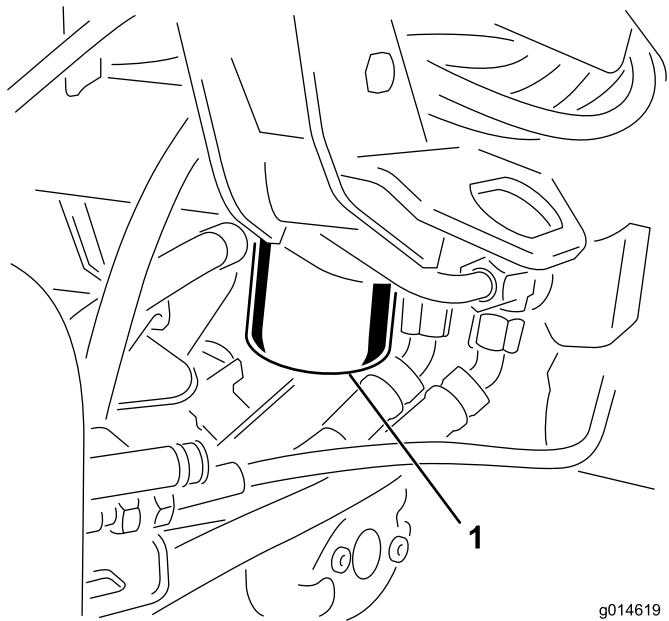

Figura 51
1. Pulite la superficie circostante il filtro (Figura 51). Collocate una bacinella di spурgo sotto il filtro e togliete il filtro.